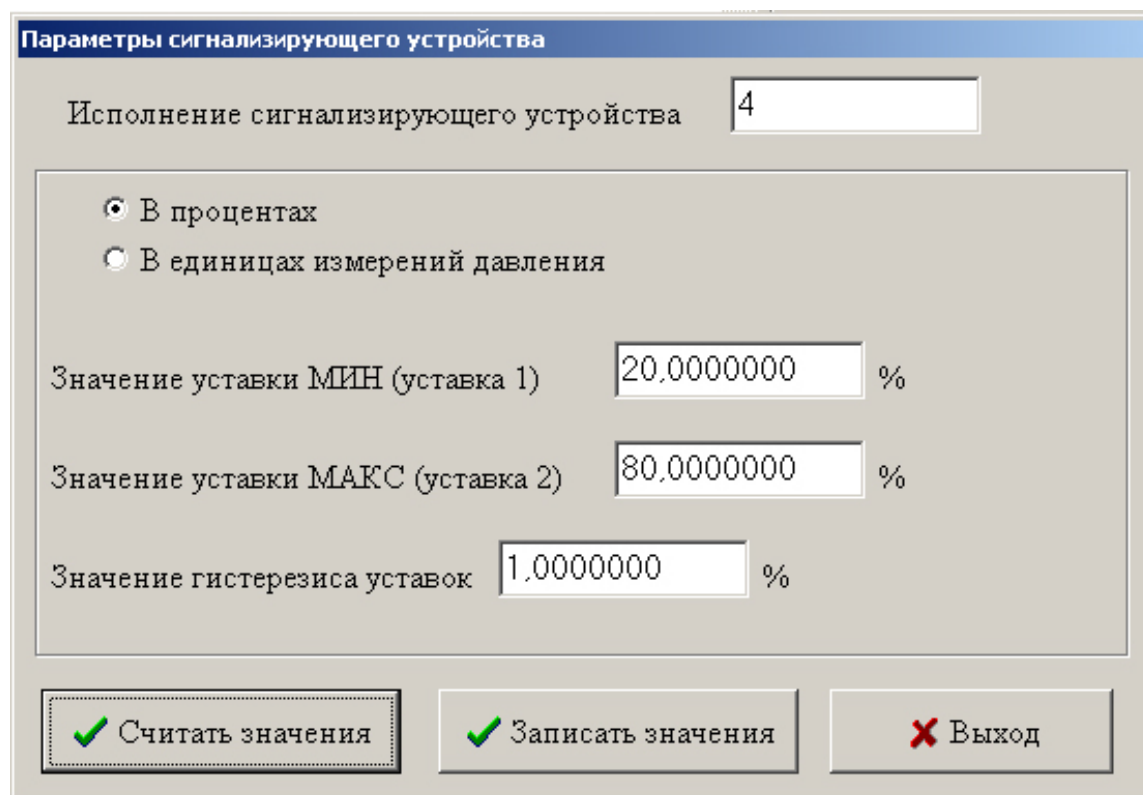

Рисунок 5.11 – Окно указания параметров сигнализирующего устройства прибора
5.1.2.9 Команда № 9: «**9. Параметры сигнализирующего устройства**». Команда позволяет для приборов ДМ5002В и ДМ5002Г с помощью меню (рисунок 5.11) считывать и (или) задавать параметры сигнализирующего устройства: